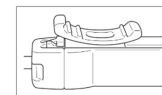

Figura 10: Bloqueio de avanço engatado
- o Quando o cursor do orifício de aspiração avança para além do travão distal, engata o dispositivo de bloqueio de avanço e o tubo de aspiração fica bloqueado na posição de extensão total. Nesta posição, a cabeça do aspersor de irrigação fica obstruído pelo tubo de aspiração e o dispositivo funciona apenas como um instrumento de aspiração (Figura 10).